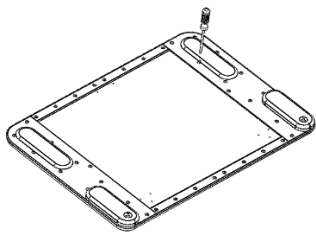

Рис. 26
5.6.6. Прикрепить панели приборов к сборке п. 5.6.5 с помощью саморезов с потайной головкой (поз.1, пакет №86) (См. рис. 26; 26а)
Рис. 26а